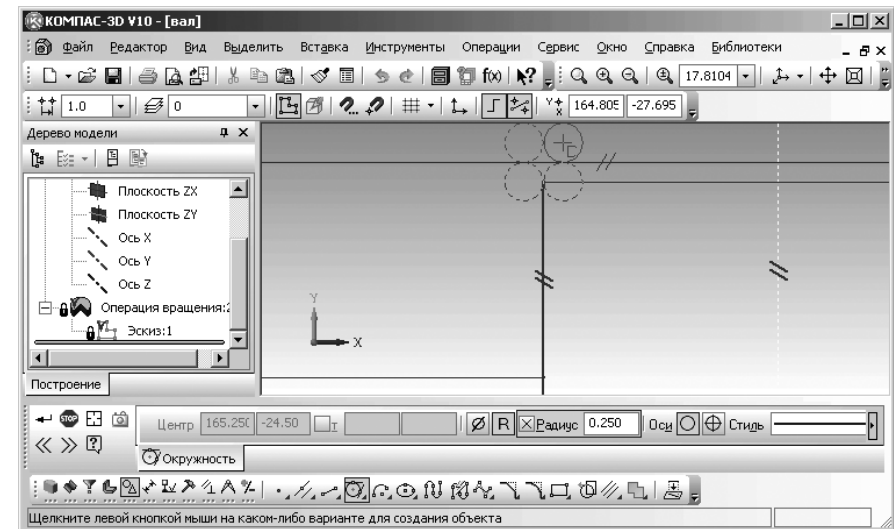

Рис. 2.64. Фантомы окружностей касательных двум указанным прямым
- щелкните дважды на **Панели свойств: Окружность, касательная к 2 кривым** в поле **Радиус** и введите значение 0.25, а затем нажмите клавишу **Enter**. Появятся четыре окружности. Это состояние показано на рис. 2.64.